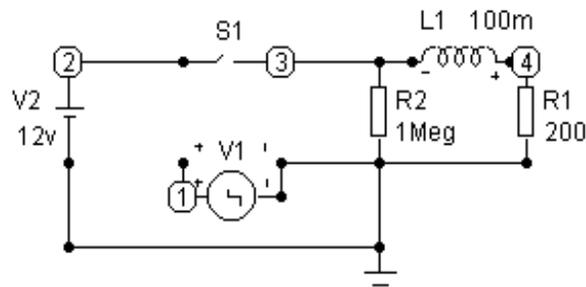

Рис. 38
5. Проведите моделирование процессов в системе автомобильного зажигания, в которой для формирования высоковольтных импульсов используется аккумулятор с напряжением 12 В, электронный ключ и катушка индуктивности. Ее модель показана на рис. 38.
На рис. 38 видно, что $T_c = 5 \cdot 10^{-6} c$ (или $f_c = 200$ кГц), тогда